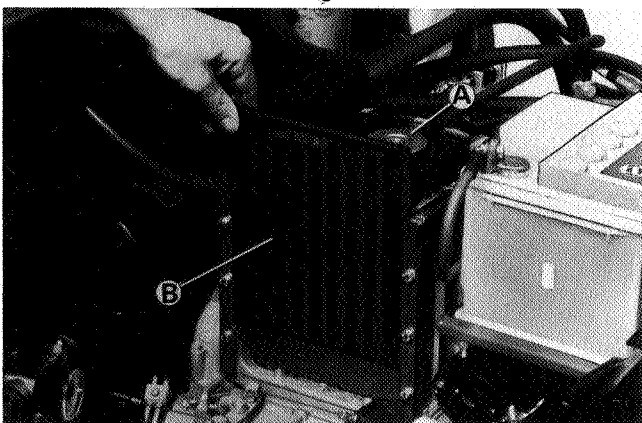

Fig.19
3. Radiator (A Fig. 19) has been filled with a 50% antifreeze solution for coolant.
3. Der Kühler (A Fig. 19) mit einer 50%-Frostschutzmittellösung als Kühlmittel gefüllt ist.
3. Radiateur (A Fig. 19). Solution à 50% d'antigel.